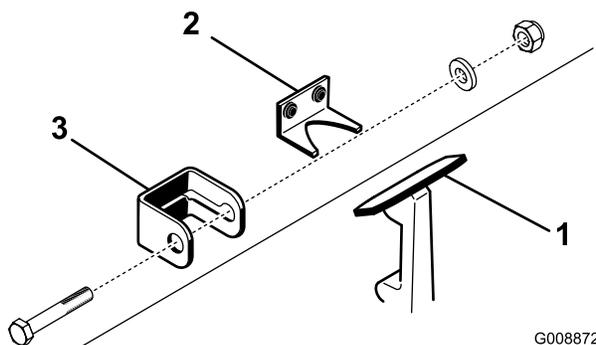

図 6
1. フード・ラッチ・ブラケットからフード・ラッチを外す(図 6)。
2. フード・ロック・ブラケットをラッチに合わせて入れる(図 6)。
3. フード・ラッチ・ブラケットにラッチを入れる(図 6)。
4. フード・ロック・ブラケットにボルト(1/4×1-1/2 in)を通し、平ワッシャとロックナットで締め付ける(図 6)。